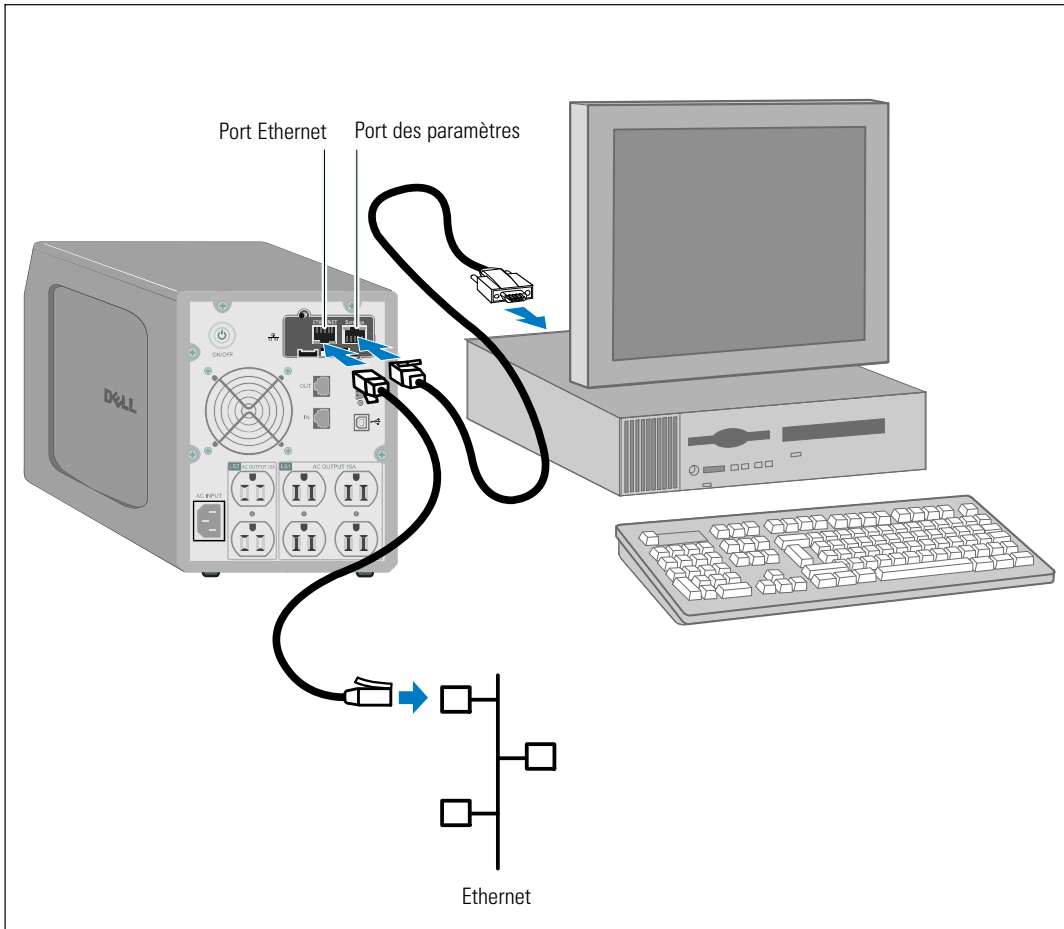

Figure 5. Connexion de la carte
- 1 Branchez l'extrémité RJ-45 du câble série fourni au port de réglages de la carte (voir la Figure 5).
- 3 Connectez un câble Ethernet actif (non fourni) au port Ethernet de la Carte de gestion de réseau Dell (voir la Figure 5).